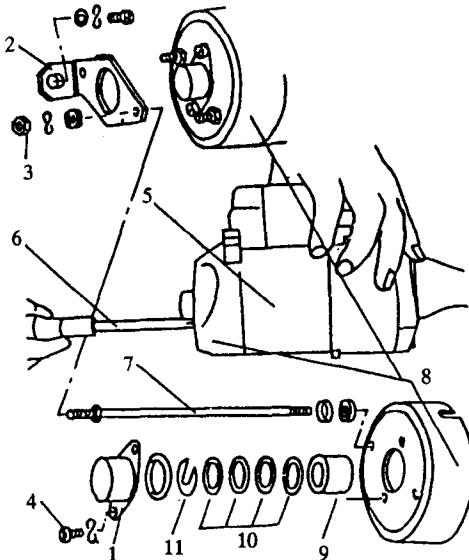

图 1-15 炭刷端盖的拆卸
(1) 起动机的分解
①炭刷端盖的拆卸，如图 1-15 所示。首先旋下螺栓 4，从起动机电刷端端盖 8 上拆下衬套座 1，从电枢上取下挡圈 11 后取出衬套 9 和调整垫圈 10，再旋下螺母 3，从起动机 5 上取接线片 2 和炭刷端盖 8，并旋下长螺栓 7。